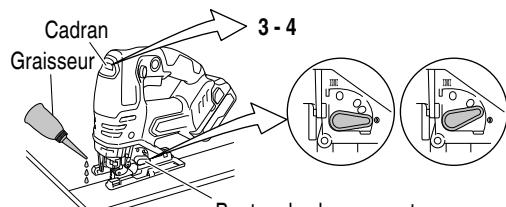

Fig. 29
4. Coupe de matériaux métalliques: (Fig. 29)